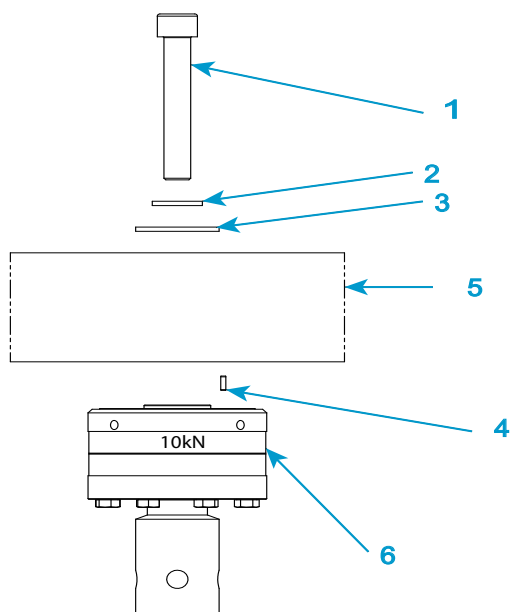

図18. 2530-10kN ロードセルの取り付け
説明 図 18
1. 82 ページの 図 18 とそれに関連する説明文を参照してください。